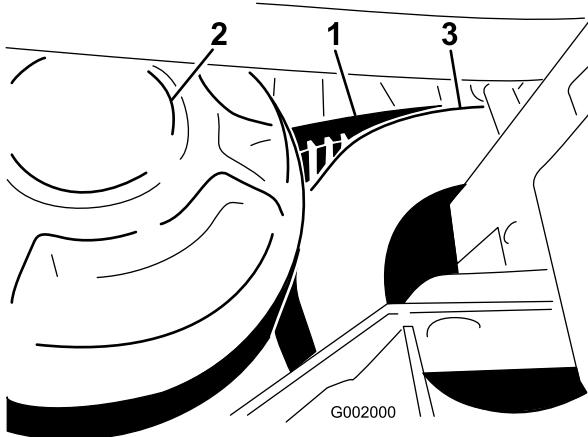

Figure 63
- Faites tourner la courroie et faites-la passer sur l'embrayage secondaire (Figure 63).